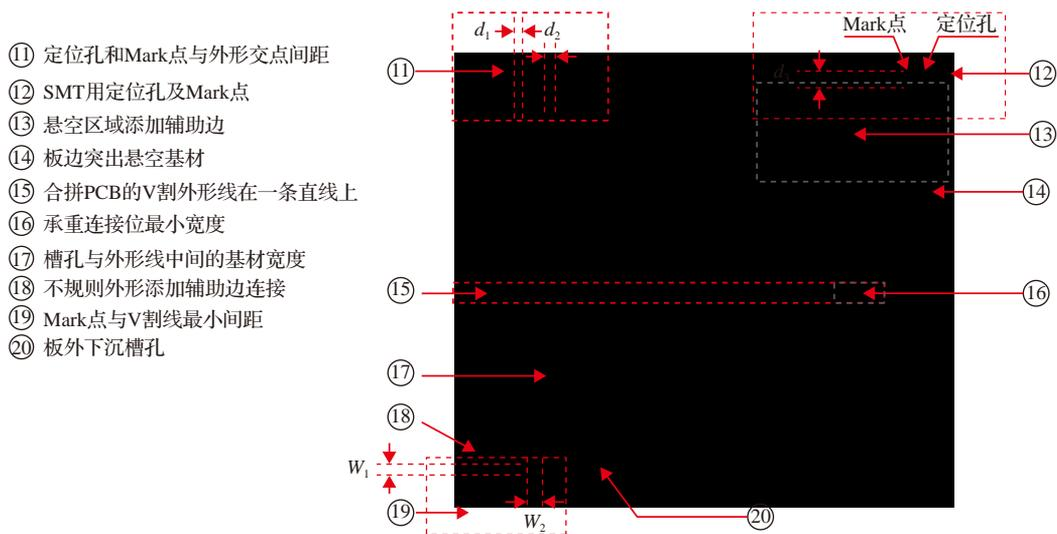

图 8-14 V 割拼板注意事项示例图 2
(1) 悬空工艺边长度大于 30mm 时，需使用邮票孔和辅助边连接固化，如图 8-14 中⑬处所示，以避免 V 割过程中悬空工艺边受到切割应力和机械挤压，导致工艺边断裂。
(2) 对于不规则外形的 PCB，建议通过增设邮票孔和辅助边来实现连接固化，如图 8-14 中⑭处所示，或重新设计拼板方式，以防止因板边不平导致支撑不稳，进而避免 V 割过程中发生偏位，确保切割精度和 PCB 的整体质量。
(3) PCB 板间承重连接位应大于或等于 5mm，极限不能小于 3mm。若如图 8-14 中⑬处所示的连接位过小且悬空区域过大，则可能导致拼板结构不牢固，从而在 V 割、运输或元器件组装过程中发生断裂。
(4) V 割拼板的 PCB 厚度需不小于 0.6mm，板厚过薄会导致 V 割时基材变形，影响 V 割精度并损坏 PCB。
(1) 多款板合并时，V 割线必须保持在一条直线上（见图 8-14 中的⑮处）。这是因为 V 割加工是通过传输带将 PCB 传送至旋转的 V 割刀，从一端切割到另一端，无法实现跳跃、曲线或折线切割。
(2) 当 PCB 上的元器件部分悬突在板框线以外并下沉与工艺边重叠时，应在工艺边相应位置开设下沉槽孔（见图 8-14 中⑯处），以避免阻碍元器件的安装。
(3) V 割拼板中添加的定位孔和 Mark 点，除了应避免添加在 V 割线切割轨迹上，还需要与外形相交点保持 2mm 以上的间距（见图 8-14 中⑰处， $d_1、d_2 \geq 2.0\text{mm}$ ），并放置在靠近板内区，避免对称。
(4) 在 V 割拼板时，无论是在 PCB 内还是在工艺边上的 Mark 点，需与 V 割轨迹保持至少 0.4mm 的安全间距（见图 8-14 中⑱处， $W_1、W_2 \geq 0.4\text{mm}$ ），以避免在 V 割公差范围内被切割，影响 SMT 加工过程中识别 Mark 点。
(5) 对于外形或板边设计有突出超过 10mm 的长槽（凹槽）（见图 8-14 中⑲与⑳处），导致板边基材小于 3mm，建议避免采用 V 割成型。这可以防止在 V 割过程中出现板子弹跳、卡刀，以及导致 V 割不良或分板时基材崩裂等问题。
(3) 为顺利使用嘉立创 SMT 服务，在嘉立创进行标准型 SMT 加工的 PCB 时，需要添加两条 5mm 的工艺边。工艺边四角应至少设置 3 个位置不对称，直径为 2.0mm 的定位孔和直径为 1.0mm 的 Mark 点。此外，Mark 点边缘与工艺边外沿的间距需大于 SMT 轨道宽度 3.35mm，如图 8-14 中②处所示，直径 1.0mm 的 Mark 点中心与工艺边外沿的最小间距  $d_3$  不得小于 3.85mm。